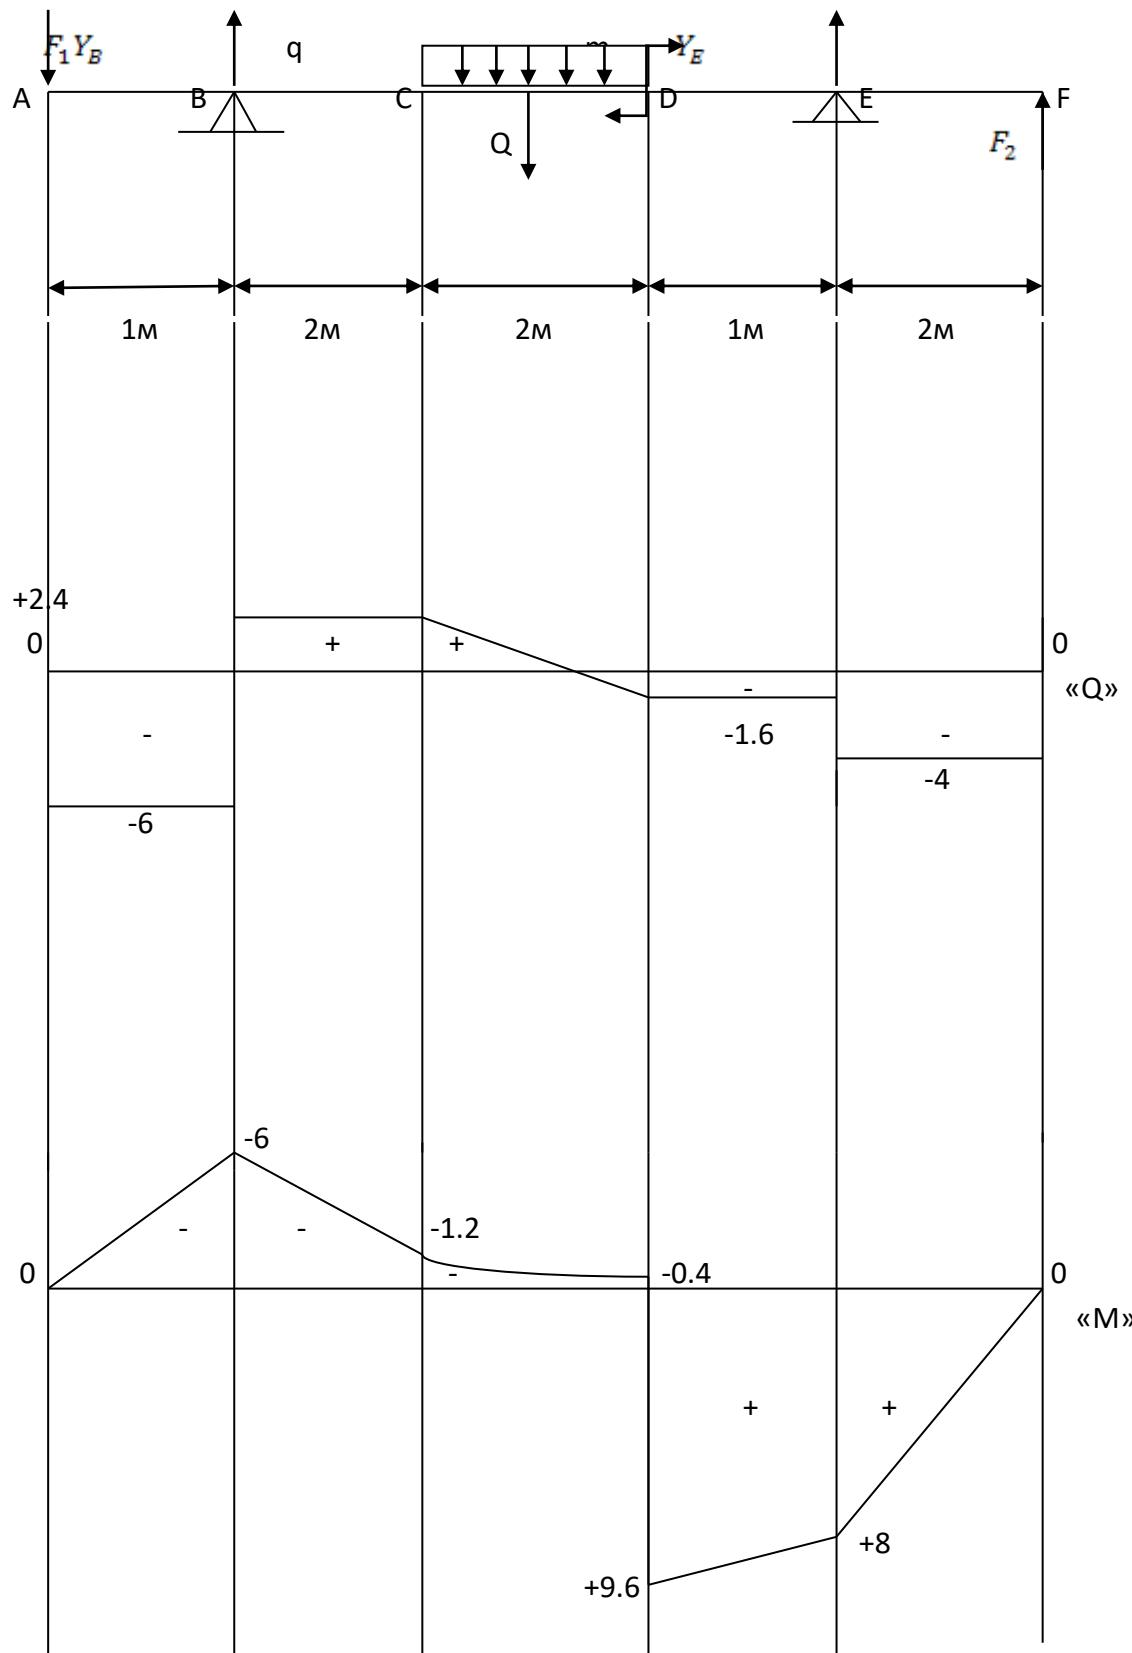

Рис.14
**Пример №7.** Определить реакции опор балки (рис.14). Построить эпюры поперечных сил и крутящих моментов, по условию прочности подобрать сечение балки в виде двутавра по ГОСТ 8239-89, если  $[\sigma] = 160 \text{ Н/мм}^2$